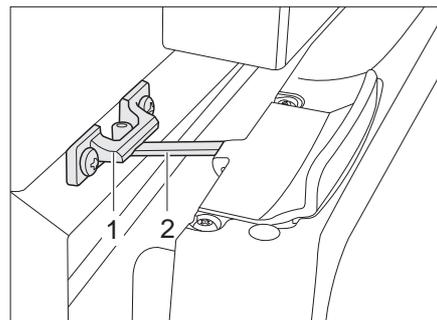

Bild 148 Kühltür in Lüftungsstellung (Thetford)
- Verriegelung (Bild 148,2) aufklappen und in der Verriegelungsaufnahme (Bild 148,1) einrasten. Die Kühlschranktür bleibt damit leicht geöffnet.